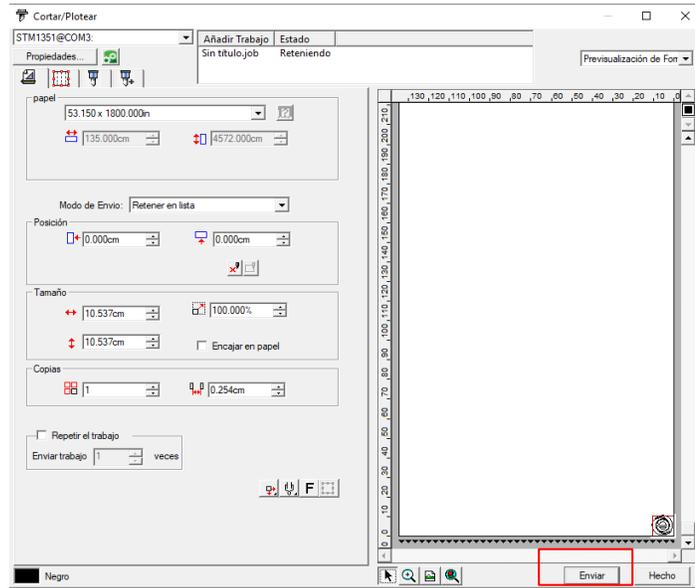
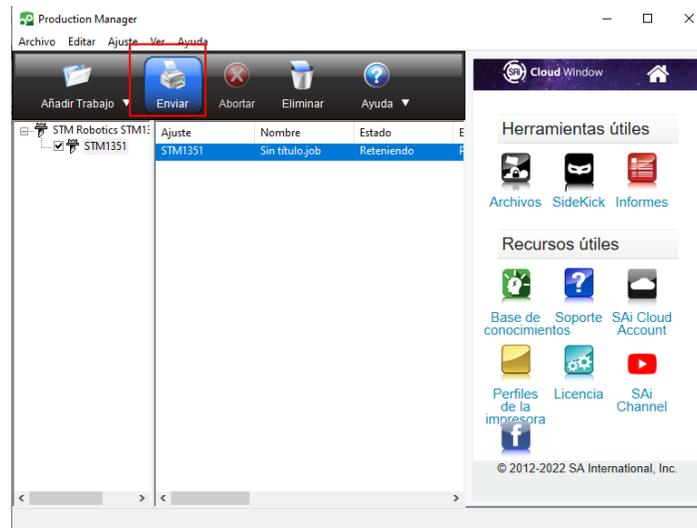

Figura 3.4
Figura 3.5
- Al dar clic en “Aceptar” te aparecerán dos ventanas de trabajo (Figura 3.4 y Figura 3.5). En ambas ventanas dar clic en “Enviar” y en seguida el diseño se enviará a cortar.